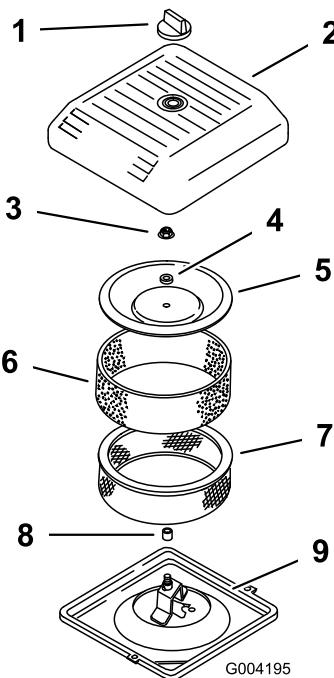

Figure 43
3. Dévissez le bouton et déposez le couvercle du filtre à air (Figure 43).
4. Glissez délicatement le préfiltre en mousse hors de l'élément en papier (Figure 43).
5. Dévissez l'écrou du couvercle et enlevez le couvercle, l'entretoise et l'élément en papier (Figure 43).
2. Posez le filtre à air sur sa base (Figure 43).
3. Montez le couvercle, l'entretoise et fixez-le avec l'écrou (Figure 43). Serrez l'écrou à 11 Nm.
4. Remettez le couvercle du filtre à air et fixez-le à l'aide du bouton (Figure 43).